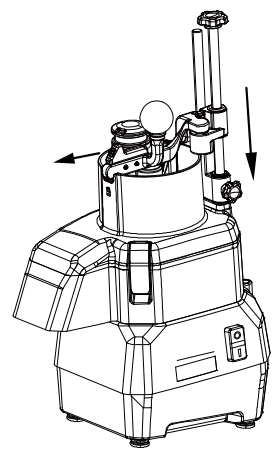

Abb.12
4.4.3.11 Modell GEA4: Wenn Sie nur den kleinen Zylindervorschub verwenden, drücken Sie den Arm nach unten, verriegeln Sie das kleine Handrad an der Seite des Schieberblocks und ziehen Sie die Verriegelung nach vorne. Wie in Abbildung 12 dargestellt.